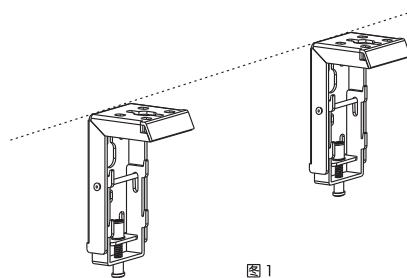

图1
2. 将安装架安装在银幕背面或顶部所对的平面上，并且确保左右两个安装架在同一水平直线上。（建议：安装时在墙面或天花板上画一条水平直线）（如图1）